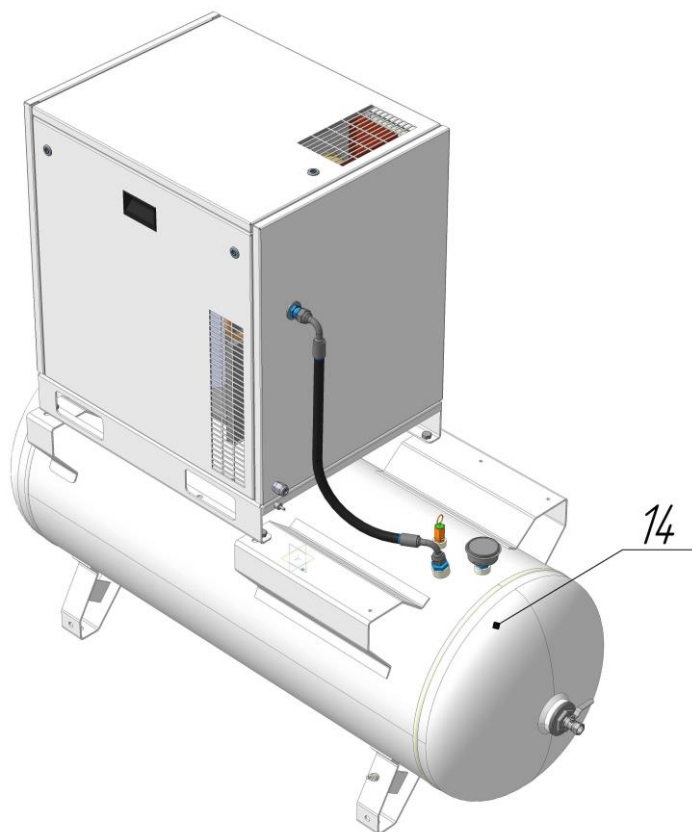

Рисунок 2 – Общий вид компрессорных установок КС3-...-270, КС5-...-270
**14 – Ресивер воздушный** (см. рисунок 2,3,4) предназначен для сбора сжатого воздуха, устранения пульсации давления и предварительного отделения конденсата. Ресивер одновременно является корпусом, на котором смонтированы агрегаты компрессорной установки.